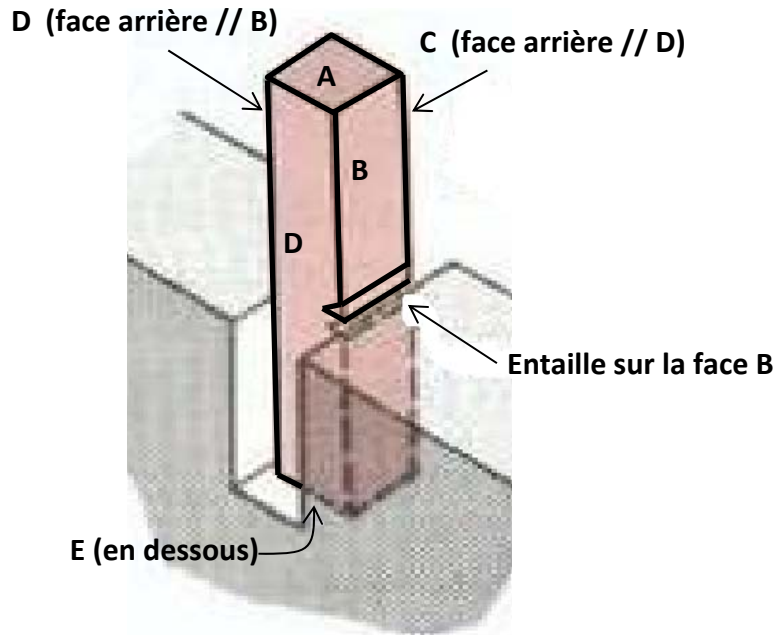

Figure 3 : Schéma d'une éprouvette Izod
- a) Outre l'essai d'impact Charpy, il existe l'essai de résilience Izod pour lequel l'éprouvette est fixée (encastrée) par le bas comme le montre la Figure 3. En utilisant les mêmes principes mécaniques que ceux de l'essai Charpy, sur quelle surface A, B, C, D ou E le mouton pendule doit-il heurter le spécimen lors de l'essai ? Justifiez. (2 points)